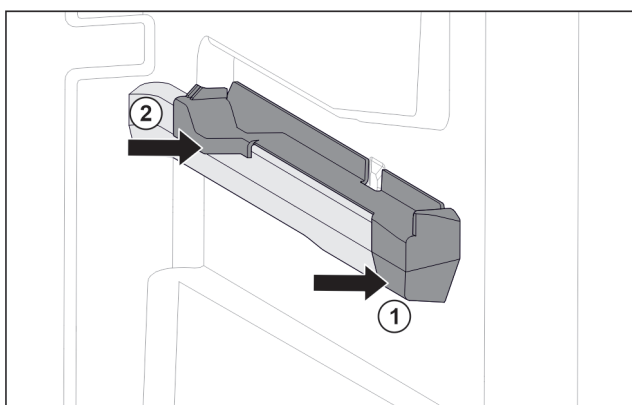

Fig. 103 Nasazovací díl na pravém žebrování na nádoby
- Nasadte nasazovací díl na žebrování na nádoby. Fig. 103 (1)
- Přitlačte nasazovací díl k zadní části. Fig. 103 (2)